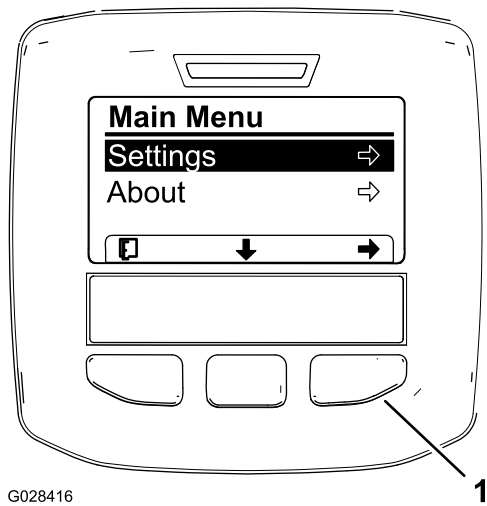
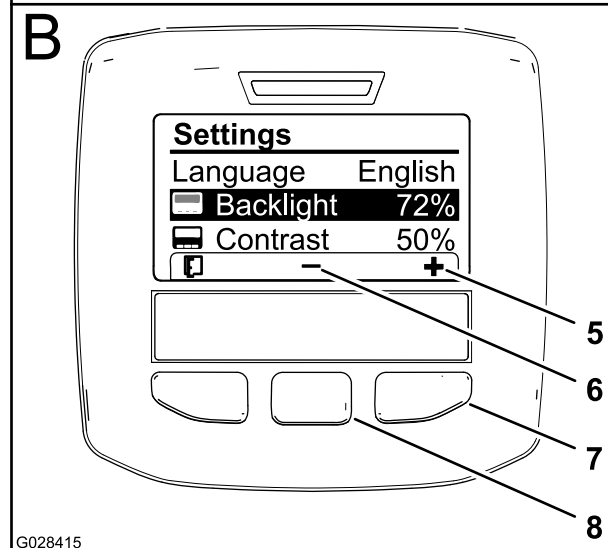

Figura 61
Figura 63
3. Carregue no botão de seleção central para aceder ao menu principal (Figura 61).
5. Pressionando o botão de seleção esquerdo guarda a sua seleção, sai do menu de definições e regressa ao menu principal (Figura 61).
2. Para ajustar os níveis de retroiluminação do ecrã, pressione o botão de seleção central (o botão por baixo do ícone de seta para baixo no ecrã) para se mover da opção selecionada para a definição de retroiluminação (Figura 63).
3. Carregue no botão de seleção direito para mostrar o contexto do ajuste de valor (Figura 63).
4. Utilize o botão de seleção central e o botão de seleção direito para alterar o nível de brilho do ecrã (Figura 63).
5. Pressionando o botão de seleção central (o botão por baixo do ícone de lista no ecrã) vai guardar a sua seleção, sair do menu de brilho e regressar ao menu de definições (Figura 63).
6. Para ajustar os níveis de contraste do ecrã, pressione o botão de seleção central (o botão por baixo do ícone de seta para baixo no ecrã) para se mover da opção selecionada para a definição de contraste (Figura 63).
7. Carregue no botão de seleção direito para mostrar o contexto do ajuste de valor (Figura 63).
8. Pressionando o botão de seleção central (o botão por baixo do ícone de lista no ecrã) vai guardar a sua seleção, sair do menu de contraste e regressar ao menu de definições (Figura 63).
9. Pressionando o botão de seleção esquerdo, sai do menu de definições e regressa ao menu principal (Figura 61 e Figura 63).
10. Carregue no botão de seleção esquerdo para regressar ao menu principal (Figura 63).